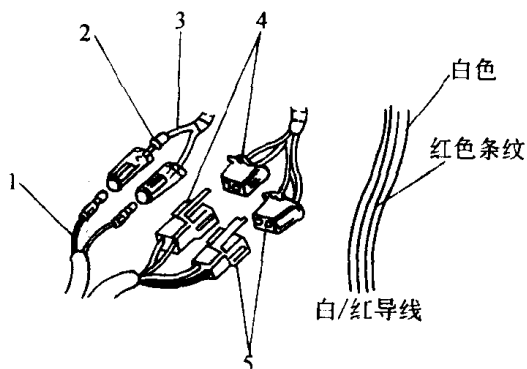

图 1-8 插接件的接线颜色
1. 两组导线相接时，必须是同颜色的线相连接，如果不同颜色的导线要进行连接，则应在连接头附近装上起标记颜色作用的套管。导线插接座应选择颜色和接头数都相同的连接器。如果导线有两种颜色，则应先注意其主体颜色，后看导线上条纹的颜色，如图 1-8 所示。